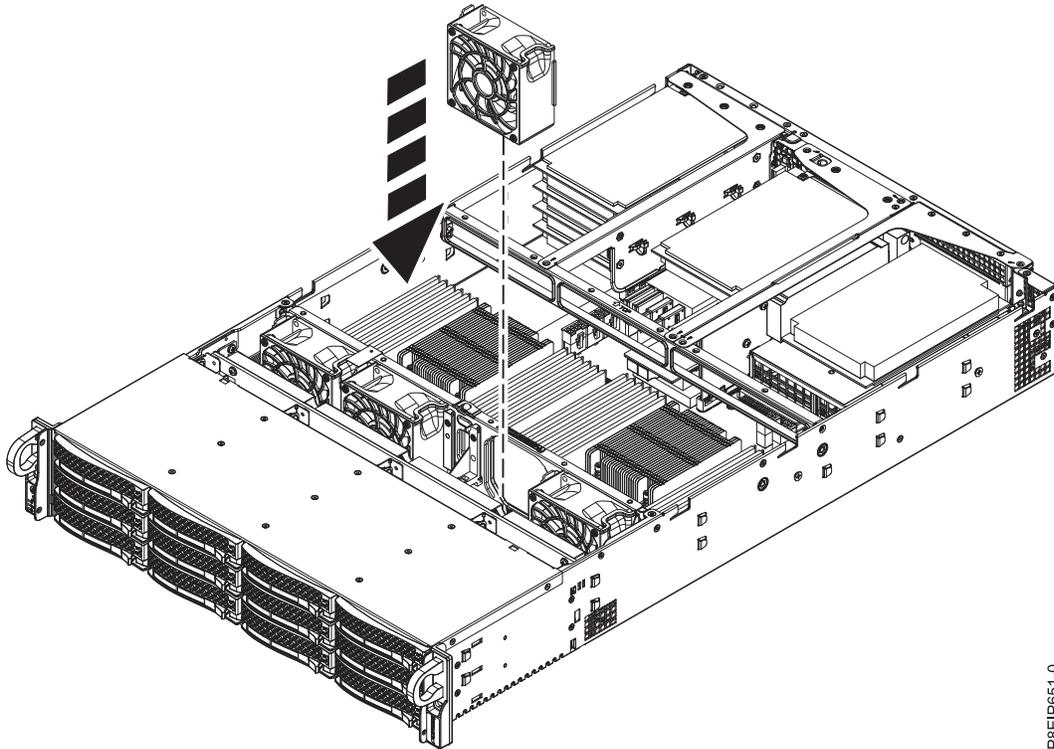

Figura 18. Sustitución del ventilador
2. Baje el ventilador en el sistema y alinéelo con las ranuras del receptáculo de ventilador, como se muestra en la Figura 18 en la página 21. Presione el ventilador hacia abajo hasta que encaje en su lugar.